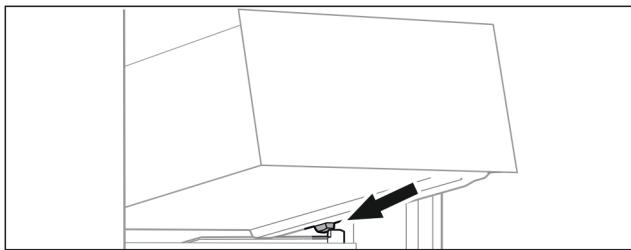

Fig. 79
- ▶ Поставете чекмеджето под ъгъл зад ограничителите върху реброто на съда. (виж Fig. 79)